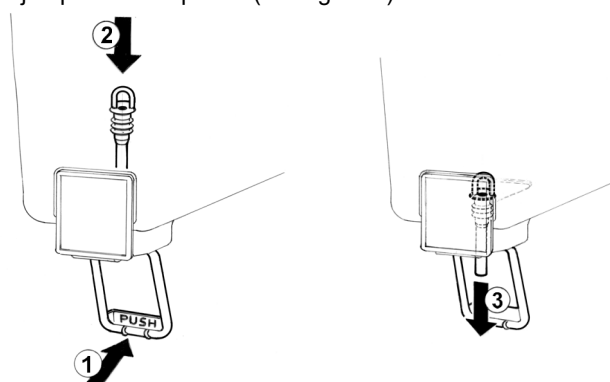

figure 4
2 Robinet avec tube en caoutchouc: Pousser (1) le levier de débit robinet et enfile (2) le tuyau du robinet dans son siège sur le fond du réservoir. Tirer (3) doucement le tuyau vers le bas jusqu'à le bien placer (voir figure 4).